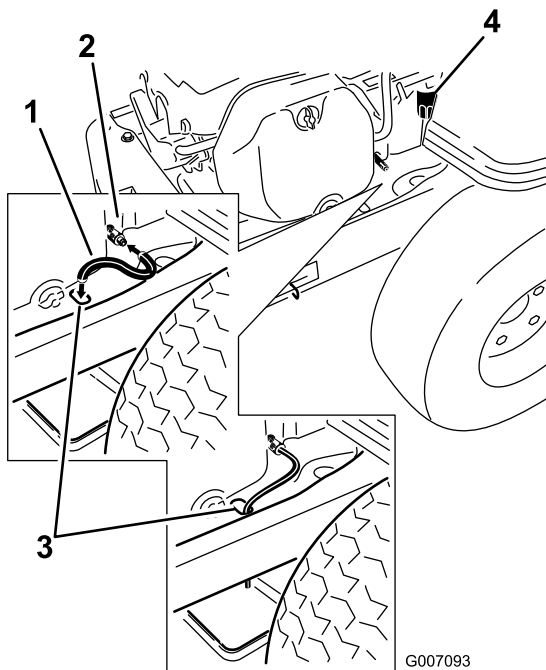

Figure 33
4. Nettoyez la surface autour du robinet de vidange sur le châssis de la machine. Trouvez le flexible de vidange d'huile et branchez-le au robinet de vidange (Figure 33).
5. Placez l'autre extrémité du flexible de vidange par-dessus l'extrémité du châssis (Figure 33).